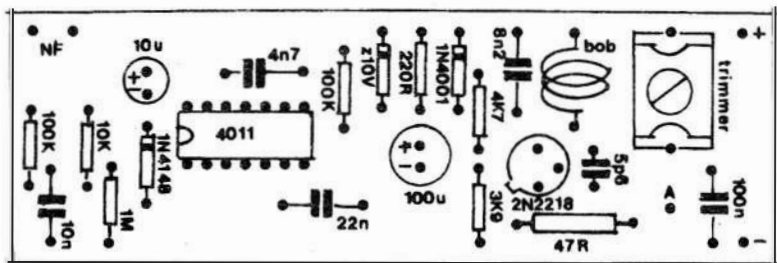

Fig. 4
- **FIG. 4 - CHAPEADO DA MONTAGEM** - Na figura 2 tínhamos observado o impresso pela sua face cobreada, com as áreas metalizadas (a serem protegidas durante a corrosão...) em negro. Agora vemos a face não cobreada da placa, com praticamente todos os componentes já inseridos e posicionados, todos identificados pelos seus códigos, valores, polaridades, etc. Algumas das peças requerem uma atenção especial na sua inserção e soldagem, pelo fato de apresentarem terminais polarizados, que não podem ser ligados invertidos, sob pena de não funcionamento do circuito (e de eventuais danos ao próprio componente...). É o caso do integrado, com uma das extremidades nitidamente marcada, do transistor, referenciado pela *orelhinha* de **emissor**, dos diodos (inclusive o zener...), todos com sua extremidade de **catodo** marcada pelo anel ou faixa, e do capacitor eletrolítico (a polaridade dos terminais é normalmente indicada pelo fabricante, no próprio corpo do componente...). Resistores e capacitores comuns não são polarizados, mas devem ter seus valores precisamente *lidos* e identificados para que não ocorram *trocas de lugar*... Quem ainda tiver dúvidas a respeito, deverá recorrer ao **TABELÃO APE**... Observar ainda o posicionamento da bobina e do *trimmer* cerâmico... Quanto a este último, eventualmente poderá ser obtido com terminais curtos e grossos, dificultando a inserção e soldagem direta à placa... Isto poderá ser facilmente resolvido com o *prolongamento* dos seus terminais, através de *toquinhos* de fio nú e rígido, a eles soldados previamente... No mais,